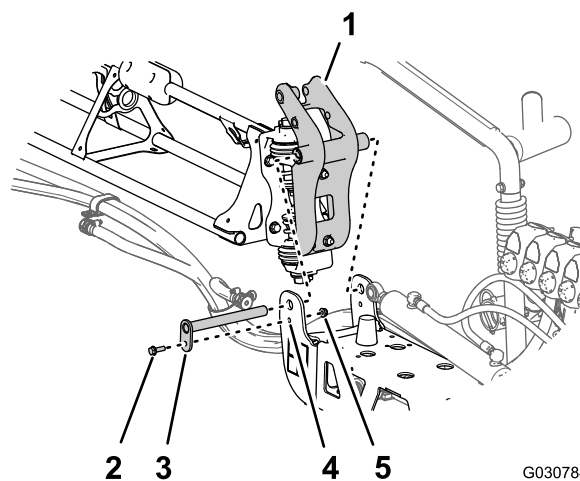

Figure 123
3. Alignez les bagues insérées dans la fixation de pivot et les trous dans les brides du support de pivot, au bout de la section de pulvérisation centrale (Figure 123).